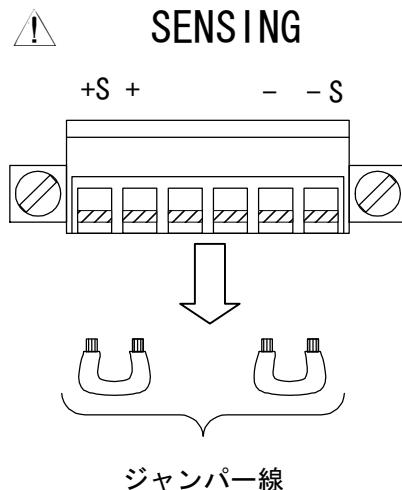

図4-3 リモートセンシングコネクタ
- ・コネクタ上部のビス穴をマイナスドライバーにて、左（半時計回り）に回転させ導体固定板を下降させてジャンパー線を引き抜きます。（図4-3）
- ・ケーブル差込口に線材をさし込み、コネクタ上部のビス穴をマイナスドライバーにて、右（時計回り）に回転させ導体固定板を上昇させて締め付けてください。（図4-3）